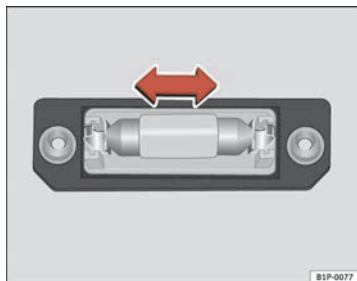

Abb. 227 Kennzeichen-
- Nehmen Sie die Glühlampe in Pfeilrichtung heraus ⇒ Abb. 227.